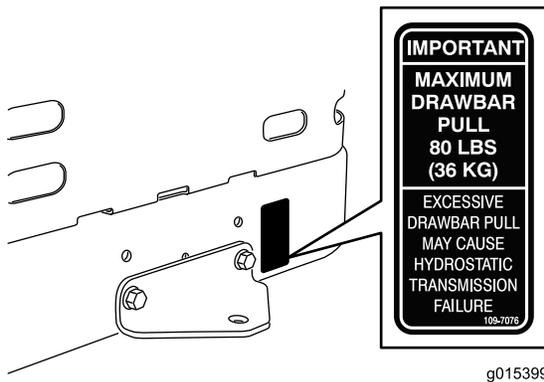
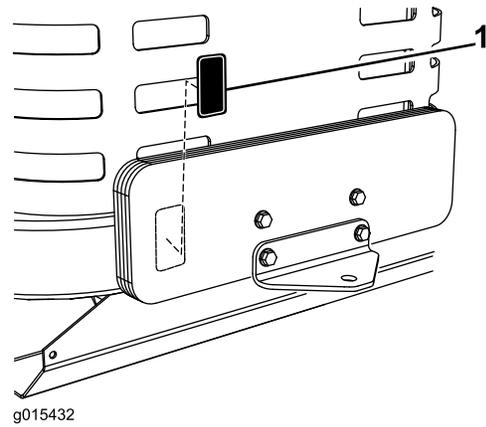

Figure 4
Figure 5
2. Retirez la pellicule de protection au dos de l'autocollant, puis apposez l'autocollant à l'endroit prévu (Figure 4 ou Figure 5).